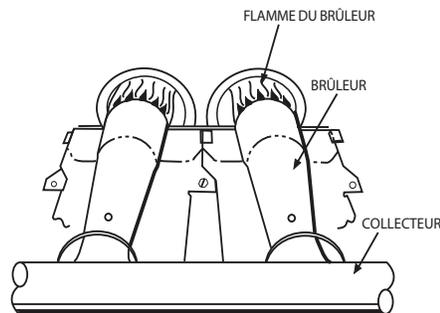

Figure 10 – Brûleur monoport
1. Inspection de tous les passages de produits de combustion, y compris les brûleurs, l'échangeur de chaleur et la boîte collectrice de produits de combustion, assurez-vous que les flammes du brûleur sont de couleur bleue et réglées de façon adéquate. Consultez la Figure 10 pour obtenir des renseignements sur la flamme du brûleur.